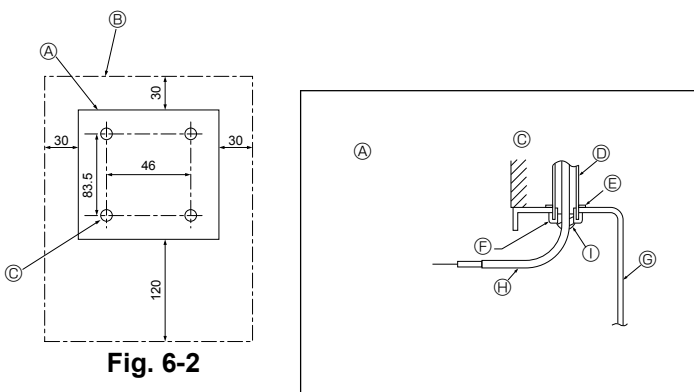

Fig. 6-2
(1) Selezionare un luogo adatto per l'installazione del comando a distanza. (Fig. 6-2)
[Fig. 6-2]